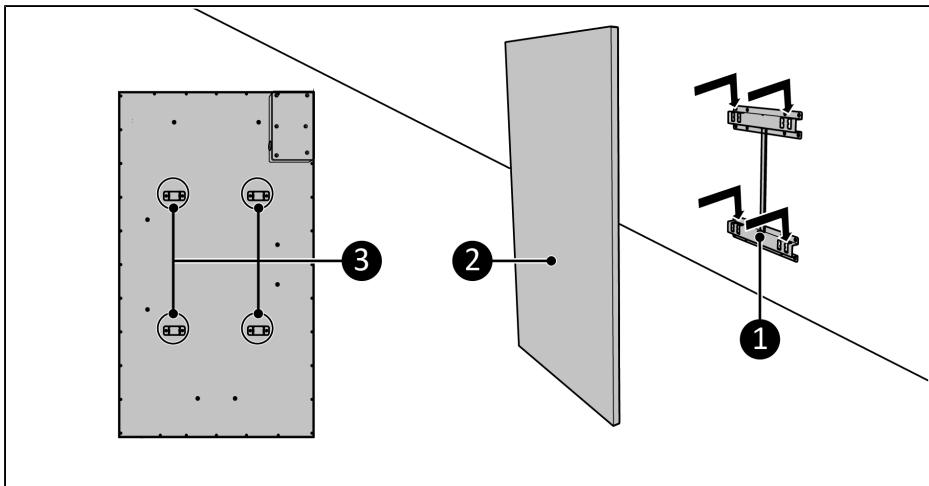

Abbildung 54.
5. Platzieren Sie die Gerätehalterungen (Abbildung 54, Pos. 3) über der Wandhalterung (Abbildung 54, Pos. 1).
6. Schieben Sie das Gerät (Abbildung 54, Pos. 2) in die Öffnungen der Wandhalterung (Abbildung 54, Pos. 1).